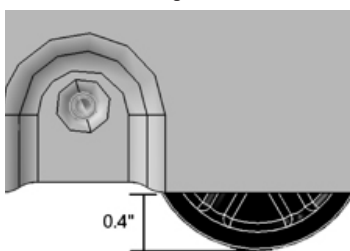

Fig. 7
- d. Fixez les 3 assemblages de niveleur restant comme décrit dans les 3 étapes précédentes en utilisant les six boulons 4H restants et les trois autres boulons 5H. Avec la ou les unités toujours sur le dos, ajuster toutes les roulettes de mise à niveau à niveau à l'orientation approximative de la Fig. 7.